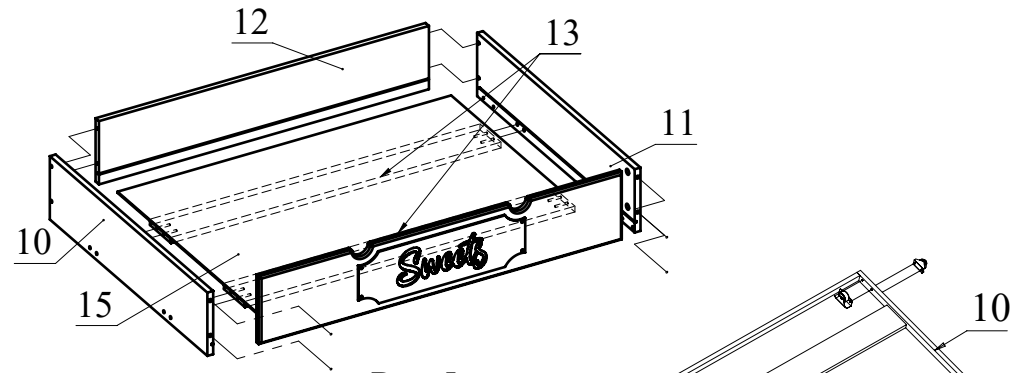

Рис.5
6. Соберите ящики. Соедините детали 10, 11 и 12, 13 с помощью конфирматов. Затем вставьте деталь 15 в пазы деталей 10, 11, 12. Соедините деталь 3 с деталями 10 и 11 и затяните головки минификсов (Рис. 5).